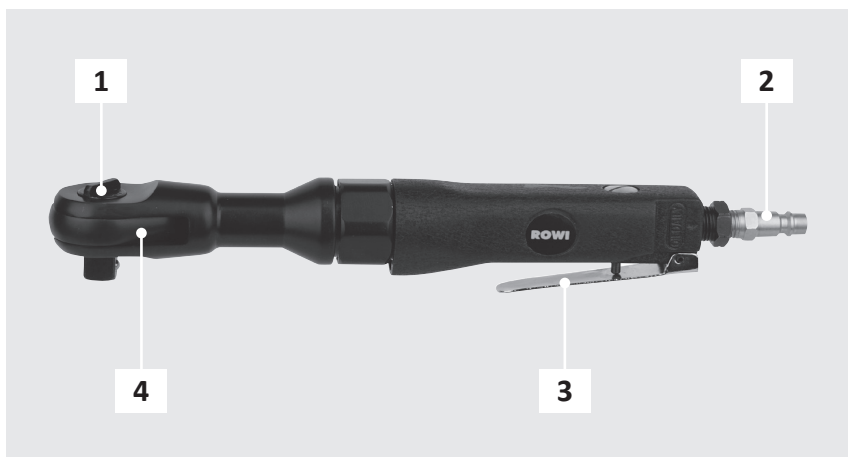

Abb.5: Geräteübersicht
1. Wählen Sie eine passende Stecknuss aus und setzen Sie diese auf die Vierkantaufnahme (siehe Abb. 5, Pos. 4).
3. Überprüfen Sie die Geräteeinstellungen und nehmen Sie bei Bedarf die entsprechenden Änderungen vor. Schalten Sie dann den Kompressor ein. Lassen Sie den Kompressor einmal so lange laufen, bis der maximale Kesseldruck erreicht wurde und das Gerät abschaltet. Betätigen Sie dann den Abzugshebel (siehe Abb. 5, Nr. 3), um das Gerät zu starten.
Zum Festziehen von Schrauben drehen Sie den Umschalthebel (siehe Abb. 5, Nr. 1) am Ratschenkopf im Uhrzeigersinn auf Position F. Das Gerät schaltet von Linkslauf auf Rechtslauf.
Zum Lösen von Schrauben drehen Sie den Umschalthebel (siehe Abb. 5, Nr. 1) am Ratschenkopf gegen den Uhrzeigersinn auf Position R. Das Gerät schaltet von Rechtslauf auf Linkslauf.
1. Ziehen Sie zunächst das nicht mehr verwendete Werkzeug aus der Vierkantaufnahme (siehe Abb. 5, Nr. 4) heraus.